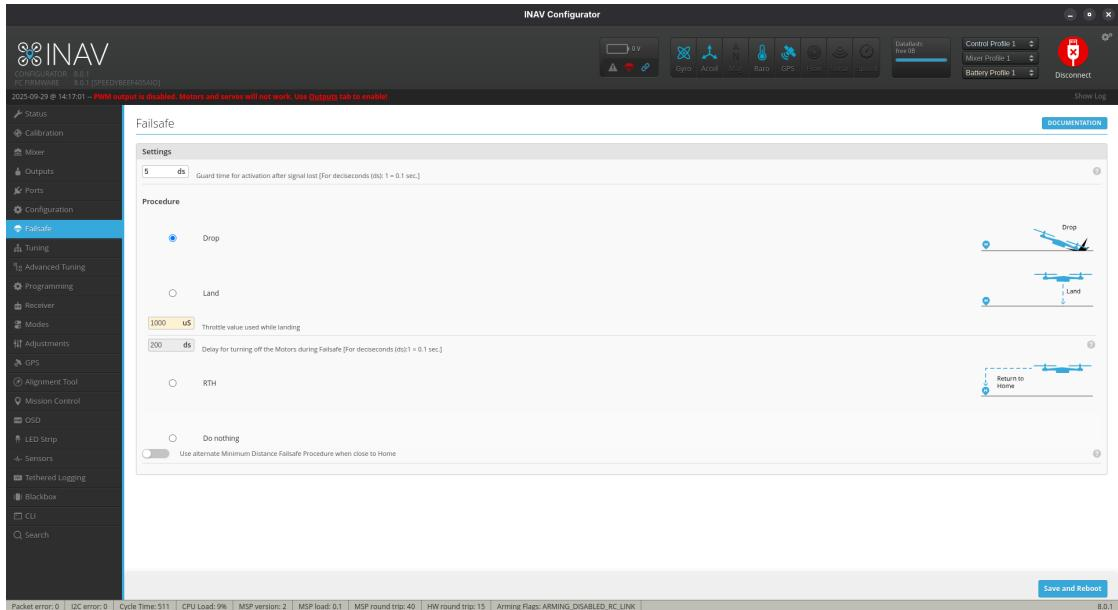

Figure 2.15: INAV Failsafe Tab
7. The *Failsafe tab* (Figure 2.15) is very important, as it defines the behavior should the remote control signal be lost. Here, you should ensure that either *Drop*, *Land*, or *Return-to-Home (RTH)* are configured so that the drone does not continue to fly uncontrollably.
7. Der *Failsafe-Tab* (Abbildung 2.15) ist sehr wichtig, da in diesem das Verhalten definiert ist, sollte das Fernsteuerungssignal abreißen. Hier sollte sichergestellt werden, dass entweder *textslDrop*, *Land* oder *Return-to-Home (RTH)* konfiguriert sind, damit die Drohne nicht unkontrolliert weiterfliegt.